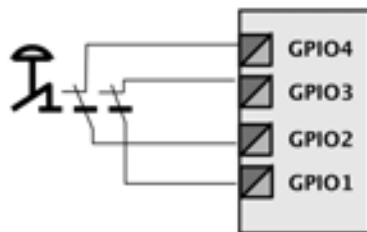

Figura 8: Conexión de un paro de emergencia
así como los requisitos del análisis de seguridad. Es esencial que los componentes contengan 2 contactos normalmente cerrados (NC) de guía forzada (Figura 8) y que estén aprobados para la categoría o nivel de seguridad relevante.